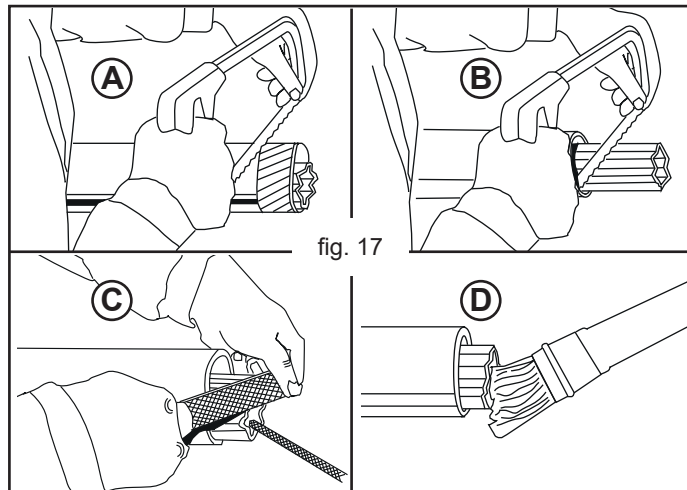

fig. 17
- 4) Die Teleskoprohre auf die ermittelte Position kürzen (A-B, Abb. 17) (der überschüssige Teil muss bei beiden Rohren gleich lang sein), entgraten und reinigen (C, Abb. 17) und die Innenseite des äußeren Rohrs schmieren (D, Abb. 17).